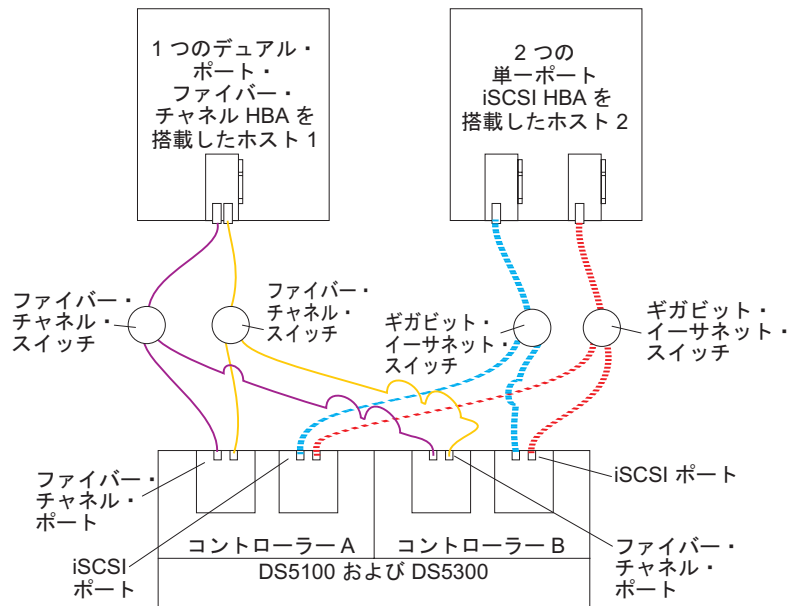

図 87. 複数ホスト、複数ポート、複数スイッチ構成の例
- 複数ホスト、複数ポート、複数スイッチ構成 (134 ページの図 87)
134 ページの図 87 に、複数ホスト、複数ポート、複数スイッチ構成の例を示します。